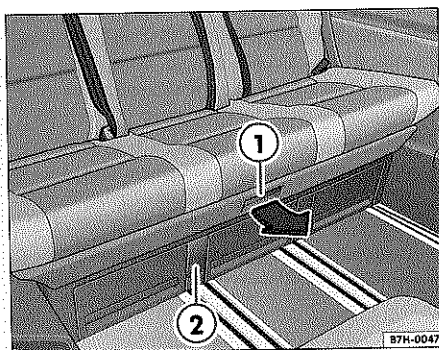

Fig. 65 Asiento de varias plazas: mandos
- Tire de la palanca completamente hacia fuera ⇒ fig. 65 ①.
- Empuje la palanca ① hasta que vuelva a su posición original. La marca roja de la palanca no deberá verse.
- Tire de la palanca ② hacia arriba y manténgala en esta posición.
- Suelte la palanca ②.
- Tire de la palanca completamente hacia fuera ①.
- Empuje la palanca ① hasta que vuelva a su posición original. La marca roja de la palanca ① no deberá verse.
- Coloque el respaldo en posición vertical. Compruebe que la marca roja de la palanca ⇒ página 76, fig. 65 ① no queda visible.
- Tire de la palanca ⇒ página 76, fig. 65 ① y abata el respaldo hacia atrás.
- Suelte la palanca ⇒ página 76, fig. 65 ①.